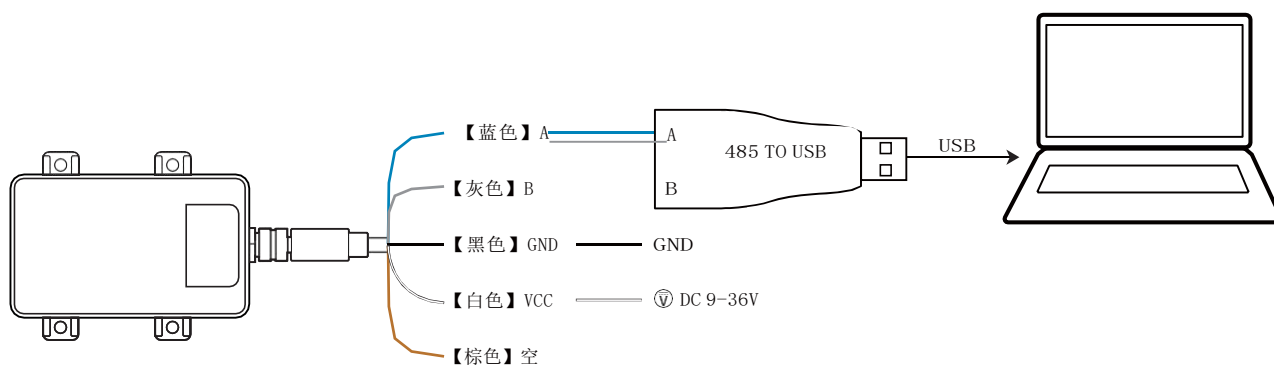

图 2. L2S/L2S-Filled 接线图（棕色线不接）
1. 按照图 2 所示，蓝色的线接 485 转USB 转换器的A（部分厂家标T/R+），灰色的线接转换器的B（部分厂家标T/R-）；